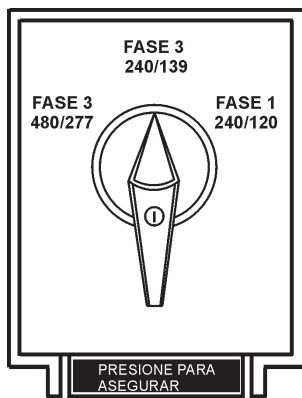

Figura 16. Interruptor selector de voltaje
El interruptor **selector de voltaje** (Figura 16) esta localizado arriba del **panel de conexiones alamblicas** del panel las terminales de salida. Ha sido provisto para facilitar la selección de voltaje.
Un rango amplio de voltajes está disponible para suministrar voltaje para diferentes aplicaciones. Los voltajes son seleccionados usando el interruptor **selector de voltaje** (Figura 16). Para obtener algunos de los voltajes como se listan en la Tabla 7 (vea abajo) requerirá un ligero ajuste en **la perilla del control regulador de voltaje** (VR) localizado en el panel de control.